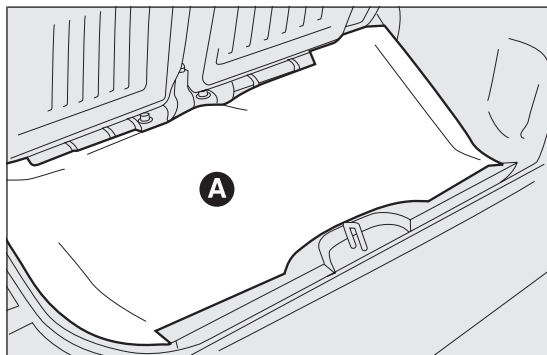

РИС. 96
- поднять коврик пола багажного отсека А РИС. 96